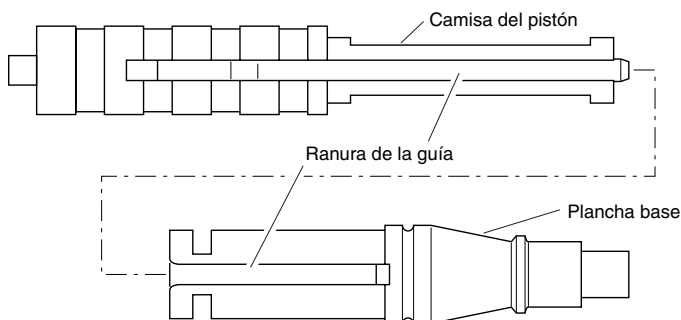

Figura 13 - Deslizamiento de la plancha base sobre la camisa del pistón
3. Deslice la plancha base sobre la camisa del pistón. **Nota:** Asegúrese que la ranura de la guía de la plancha base como en la camisa del pistón estén alineadas (Vea la Figura 13).